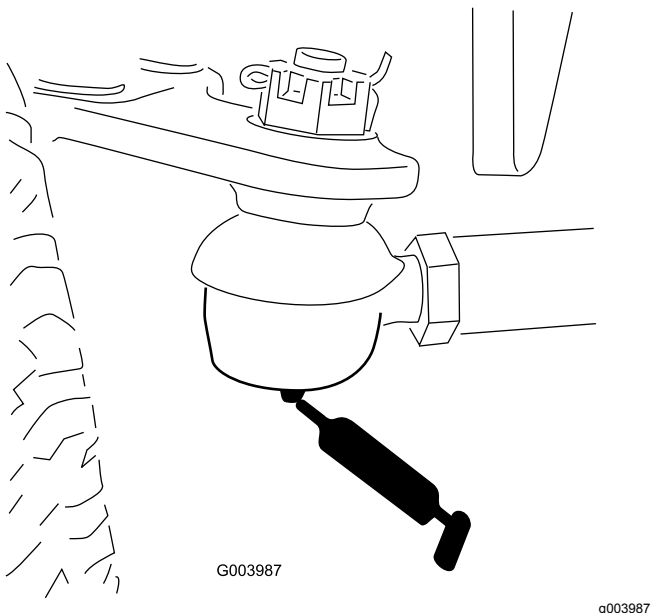

Рисунок 33
- Поперечные тяги заднего моста (2)—Рисунок 33